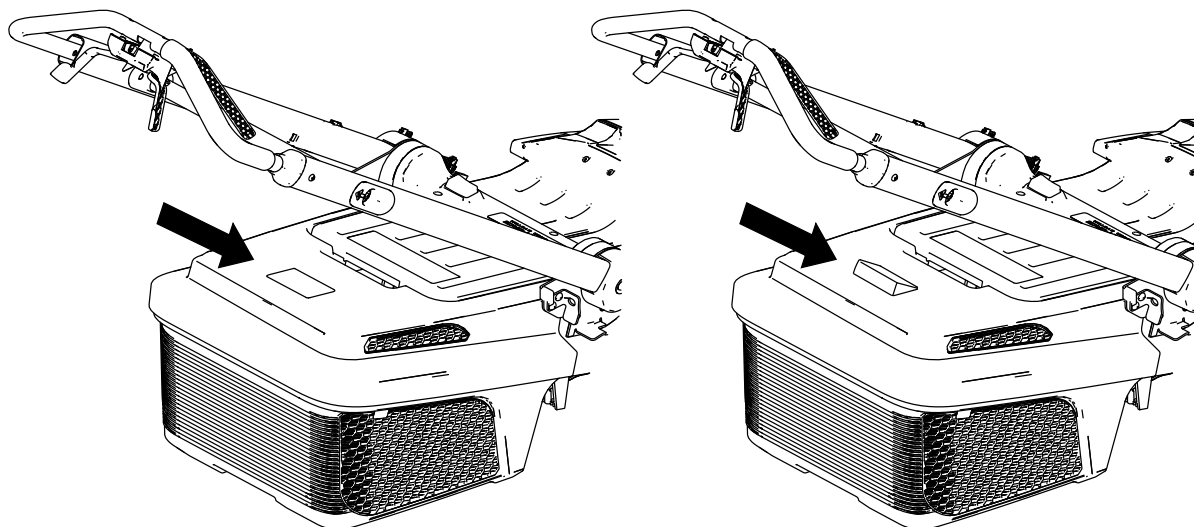

Figur 14
1. För handtaget till upprätt läge och lyft upp den bakre gräsriktaren (A i Figur 14).
2. Montera gräsuppsamlarens krokar i skårorna på maskinens baksida (B i Figur 14).
3. Låt den bakre gräsriktaren luta mot uppsamlaren (C i Figur 14).